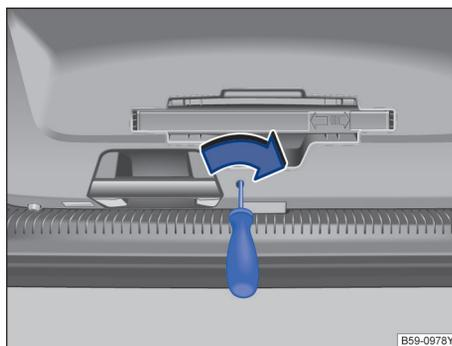

图 67 行李厢盖应急解锁
- 用长型工具（例如：螺丝刀等）插入行李厢盖的开口中→图 67，沿箭头方向按压行李厢盖应急解锁按钮，同时将行李厢盖向外推，直到其展开。